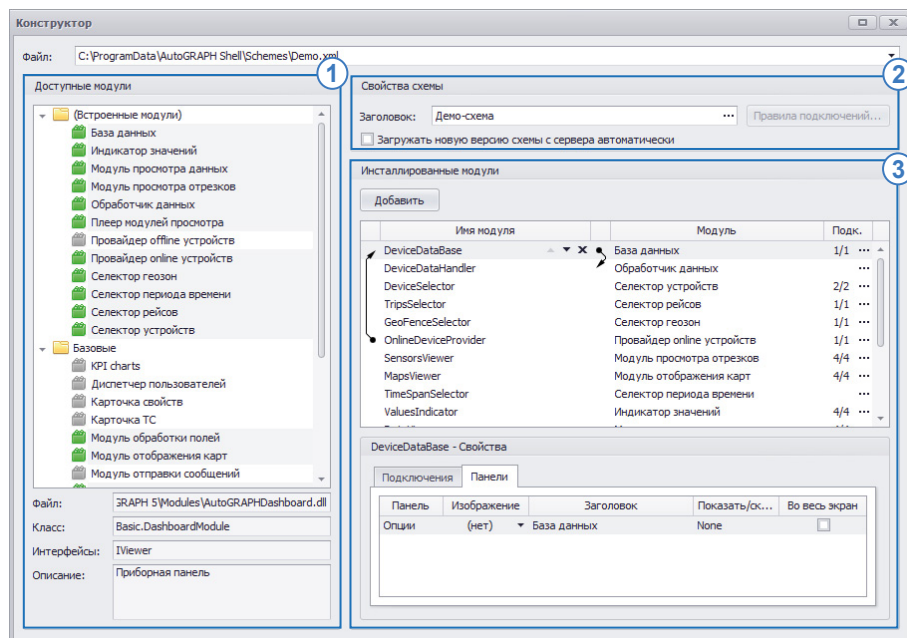

Рис.362. Меню «Конструктор».
На **Рис.362** приведено меню «Конструктор».
- В меню «Конструктор» в разделе «Свойства схемы» (**Рис.362, п.2**) в строке «Заголовок» ввести имя новой схемы. Настроить таблицу переводов для заголовка (**Рис.354**).